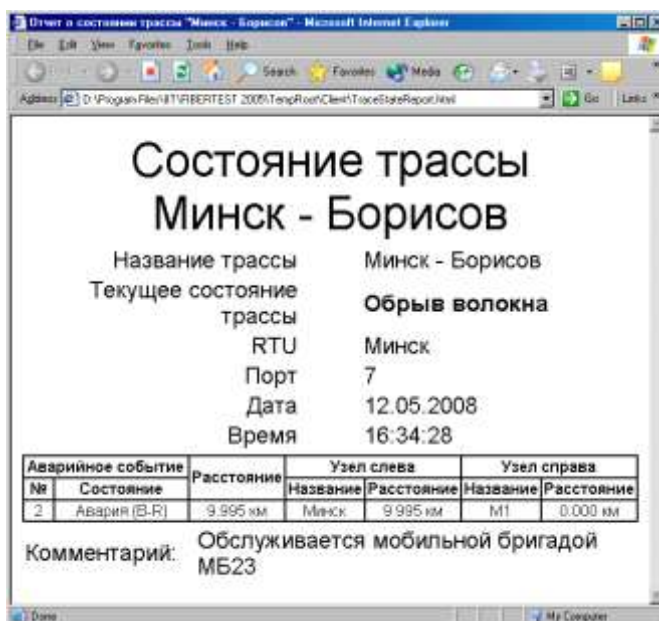

Рис. 9-12
- предварительный просмотр отчета о состоянии трассы в формате HTML (Рис. 9-12), отчет откроется в браузере ПК оператора установленном по умолчанию (обычно это Microsoft Internet Explorer);